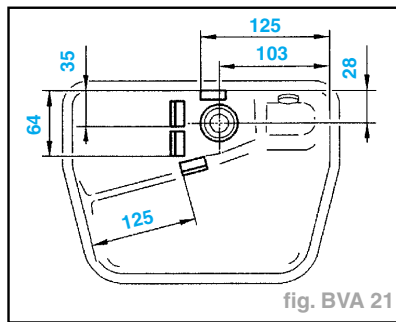

fig. BVA 21
- Impératif :** Respecter la position des aimants dans le carter inférieur (fig. BVA 21).